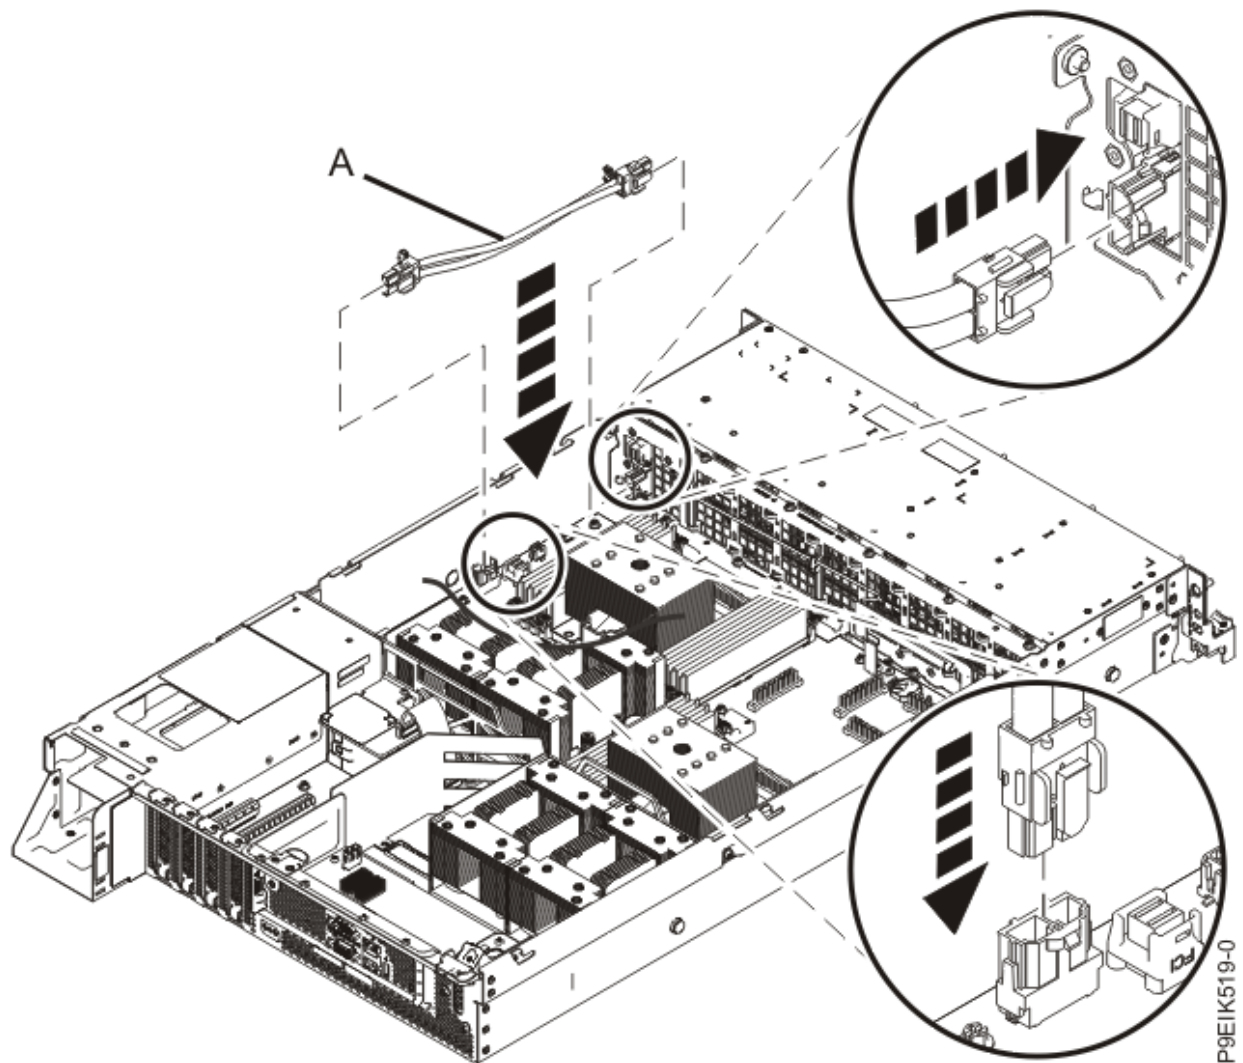

図 23. ファン電源ケーブルの取り付け
2. ファン電源ケーブル (A) のコネクターの端を開口部を通して配線し、電源ライザーに接続します (34 ページの図 23 を参照)。
3. ファン電源ケーブルのもう一方の端をディスク・ドライブおよびファン・カードに接続します (34 ページの図 23 を参照)。